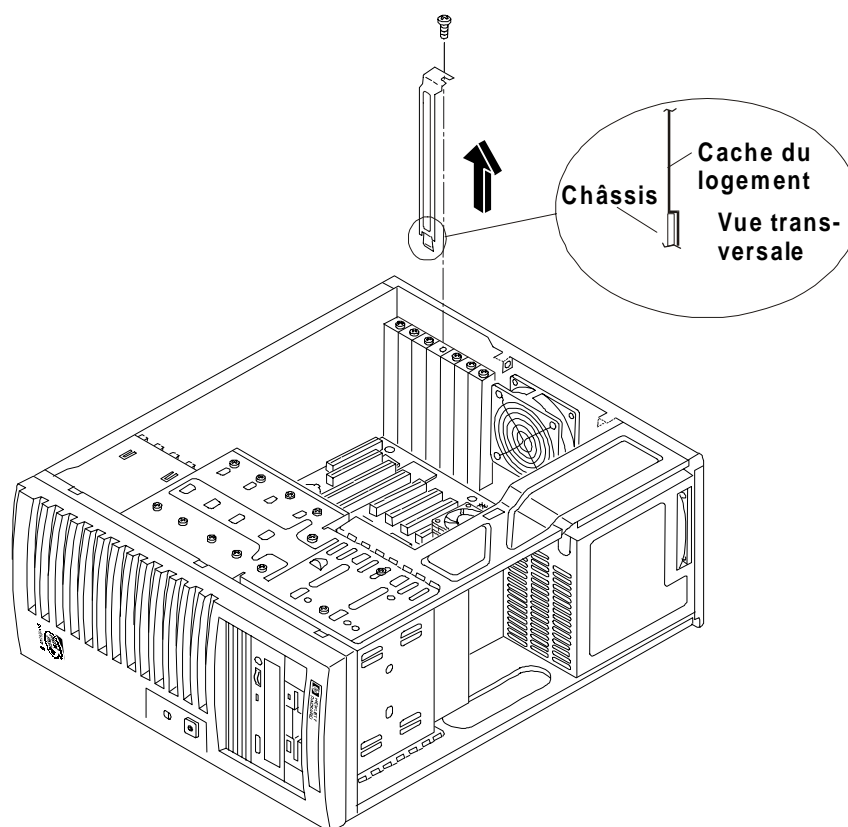

Figure 5-2. Retrait du cache du logement d'extension
7. Utilisez le tournevis T-15 ou le tournevis plat pour retirer le cache de chaque logement PCI que vous utiliserez ; conservez-le en vue d'une utilisation ultérieure. Reportez-vous à la figure 5-2.